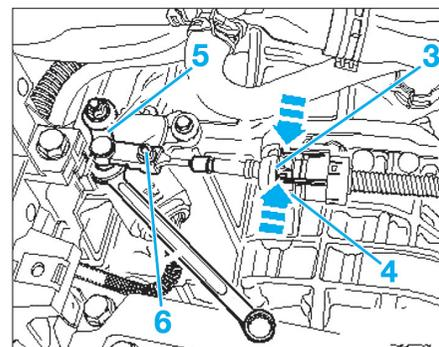

Fig. 18
- Déposer l'agrafe (3) du câble de sélection puis appuyer sur les extrémités de l'élément de verrouillage. (Fig.18).
- Déposer l'agrafe de verrouillage (3) (Fig.18).
- Déposer le câble du support (4) et du levier (5).